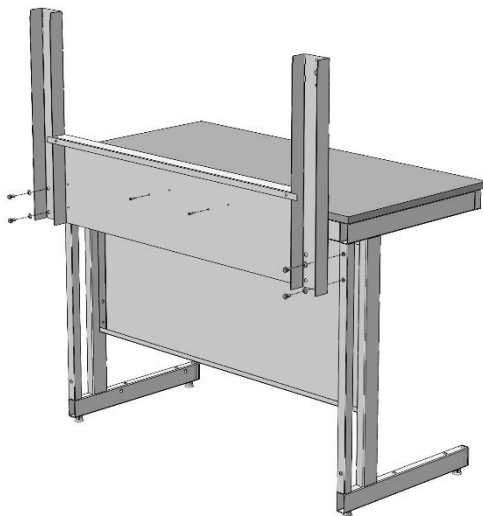

Рис. 2. Установка стоек надстройки
- 6.4. Установить на каркас стола стойки надстройки и бортик, используя болты М8х16 мм, шайбы 8 и саморезы 4,8х16 (Рис. 2).